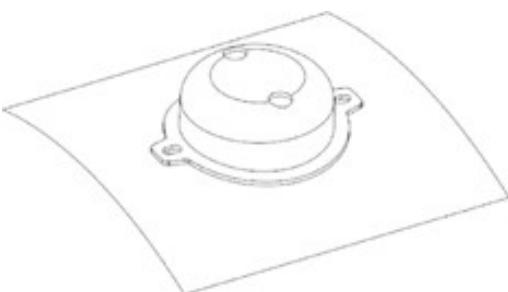

图4-34 创建拉伸曲面
Step 17 在“拉伸”操控板中单击“确定”按钮 \checkmark ，创建拉伸曲面，如图4-34所示。